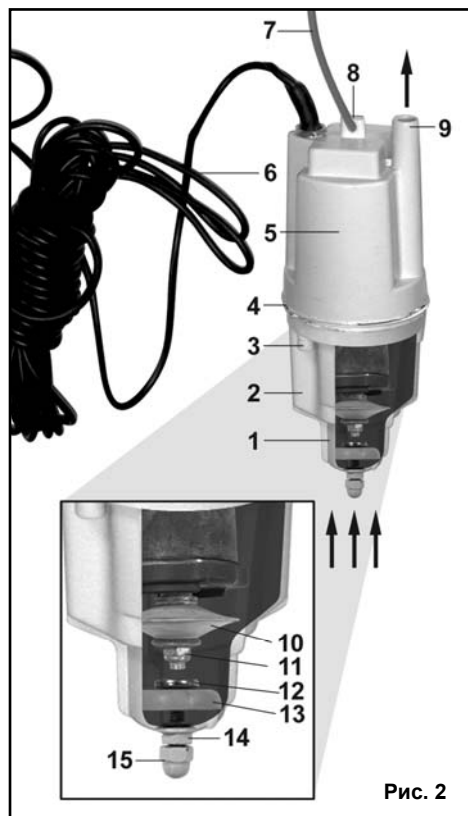

Рис. 2
9.4. Наличие следов трения или натяжение на шнуре питания 6 (Рис.2) говорит о том, что на него передается нагрузка: это недопустимо (см. Раздел 7). При повреждении шнура питания или при наличии следов его износа или деформации запрещено подключать насос к источнику электрического тока. В этом случае шнур питания необходимо заменить, для его замены обратитесь в сертифицированный сервисный центр.
9.5. Следите за тем, чтобы гайки 14 и 15 (Рис.2) были плотно затянуты.
сывателя 1 (Рис.2) их нужно прочистить заостренным инструментом, исключив повреждение резинного клапана 13 (Рис.2).
9.8. В процессе работы возможен выход из строя клапана 13 или мембраны 10 (Рис.2), что приводит к неэффективной работе насоса. Для замены клапана 13 или мембраны 10 (Рис.2) необходимо обратиться в сертифицированный сервисный центр, так как эта операция связана с разборкой насоса. Неправильная сборка и нарушение герметичности некоторых узлов насоса может стать причиной несчастного случая или поломки насоса.
6. УСТРОЙСТВО НАСОСА (Рис.2)
7. МОНТАЖ (Рис.2, Схема 1,2)
8. РАБОТА (Рис.2)